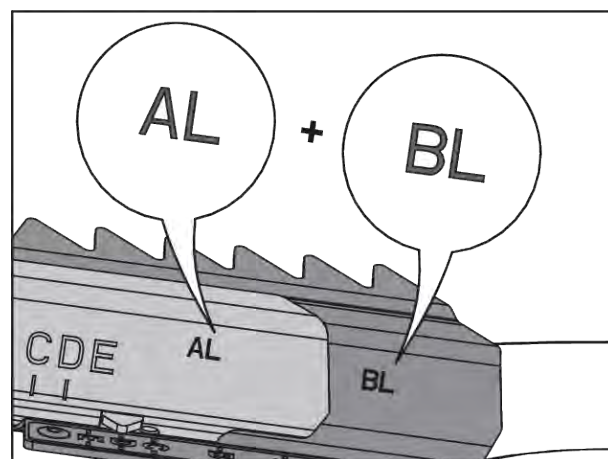

Fig. 77: Combinație aripi aruncătoare
- A se vedea Fig. 77 Combinație aripi aruncătoare